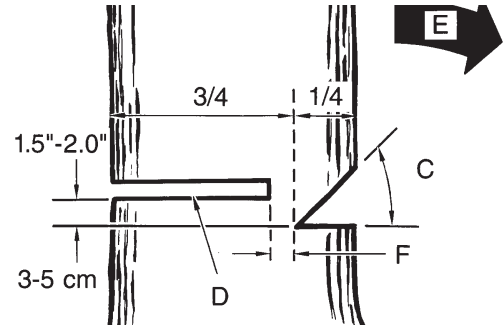

Fig. 13
Scier le trait d'abattage (D) de l'autre côté du tronc, 3 à 5cm (1,5 à 2,0 po) au-dessus de l'entaille d'abattage (C) (Fig. 13).